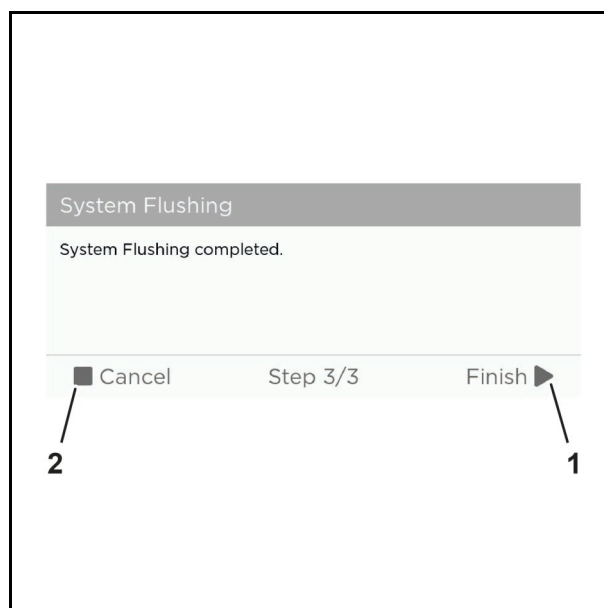

Abb. 62 Beispielgrafik
3. Tippen Sie auf die Schaltfläche "Finish" (Abb. 62/1), um die Systemspülung abzuschließen oder "Cancel" (Abb. 62/2), um die Systemspülung abubrechen.